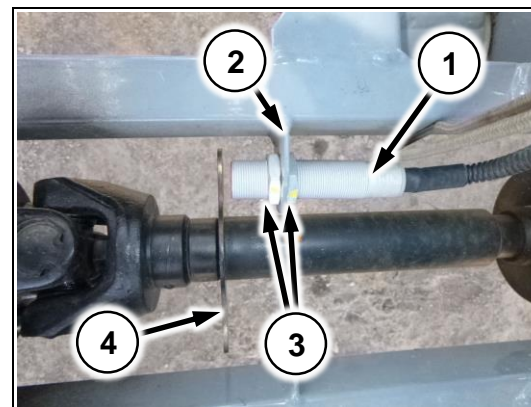

Рис. 62
14. Установите датчик скорости компьютера хим. системы (Рис. 62/1) в специальном кронштейне на раме (Рис. 62/2) и зафиксируйте гайками (Рис. 62/3)
Зазор между торцом датчика скорости и пластиной (Рис. 62/4) должен быть в диапазоне 3...5мм.